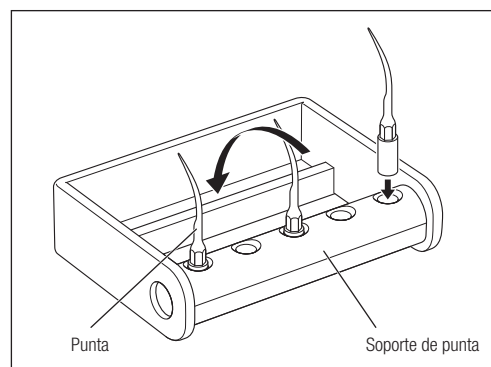

Fig. 60
- El soporte de punta puede esterilizarse con autoclave. Puede esterilizarse un máximo de 5 puntas a la vez. Gire el soporte en la dirección de la flecha de modo que las puntas quepan en la caja de esterilización (Fig. 60).